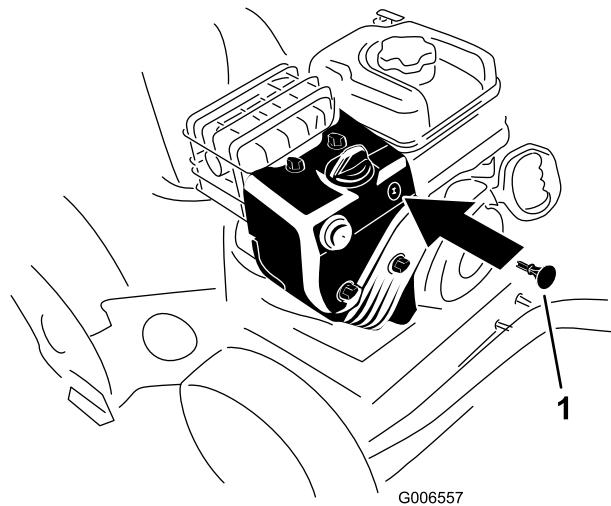

Figura 19
3. Inserite la chiave di accensione (Figura 19).